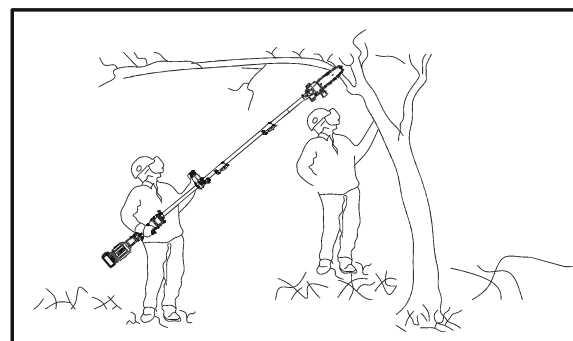

Fig. 48
7. Mantenha as outras pessoas afastadas da extremidade de corte do produto e a uma distância segura da área de trabalho. Mantenha uma distância mínima de 10 m em relação aos transeuntes (Fig. 48).